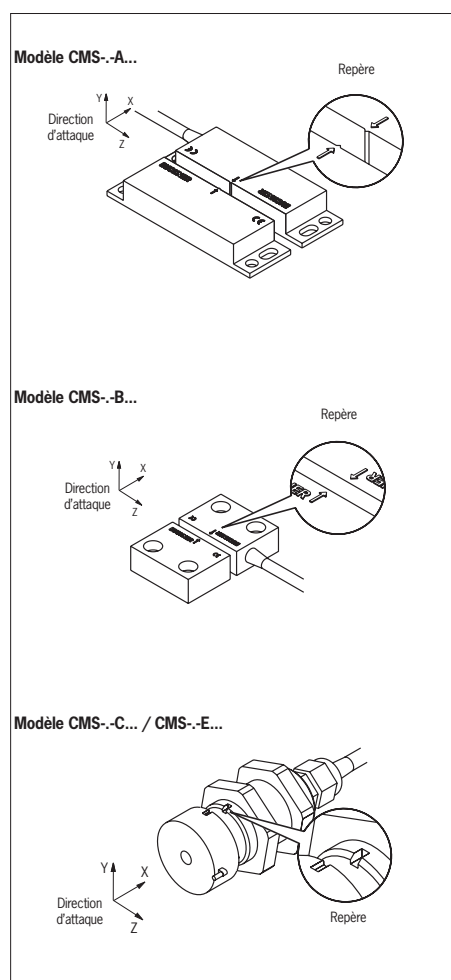

Fig. 1 : Alignement tête de lecture et actionneur
La position de montage de la tête de lecture et de l'actionneur est à définir selon votre choix. Respecter l'alignement de la tête de lecture par rapport à l'actionneur (voir fig. 1).
- les faces actives de la tête de lecture et de l'actionneur soient placées face à face et coïncident lorsque le protecteur est fermé (voir fig. 1)
- En cas de vitesse d'attaque faible entre la tête de lecture et l'actionneur et d'utilisation de l'analyseur CMS-E-BR, la direction d'attaque Z (voir fig. 1) doit être évitée.